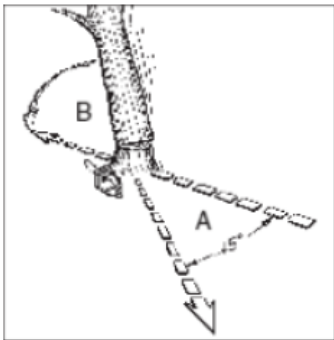

Fig 10a
Ostrzeżenie: Przed rozpoczęciem cięcia należy zaplanować i oczyścić drogę ewakuacyjną (A). Droga ewakuacyjna musi przebiegać do tyłu i po przekątnej, w kierunku przeciwnym do kierunku upadku, jak na rys. 10a.
**OSTRZEŻENIE:** Gdy rżaz ścinający zbliży się do zawiasu, drzewo powinno zacząć spadać. Gdy drzewo zacznie spadać, wyjmij piłę z rżazu, zatrzymaj silnik, odłóż piłę łańcuchową i opuść obszar drogą ewakuacyjną (rys. 10a).